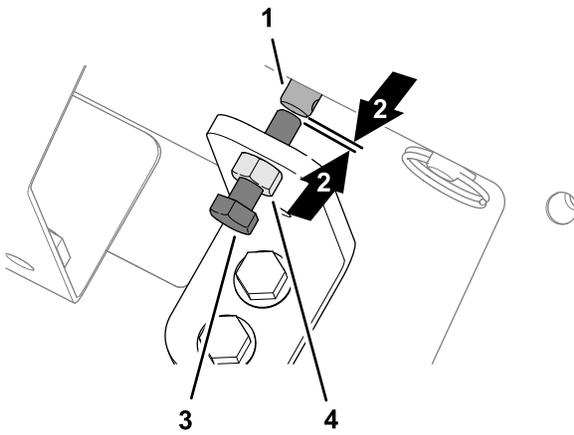

Figura 38
1. Afloje la contratuerca en el soporte de anulación manual (Figura 38).
2. Gire el tornillo de cabeza hexagonal de la anulación de válvula en sentido antihorario hasta que vea un pequeño espacio entre el extremo del tornillo y el extremo del husillo del solenoide de velocidad del suelo (Figura 38).
3. Apriete la contratuerca (Figura 38).